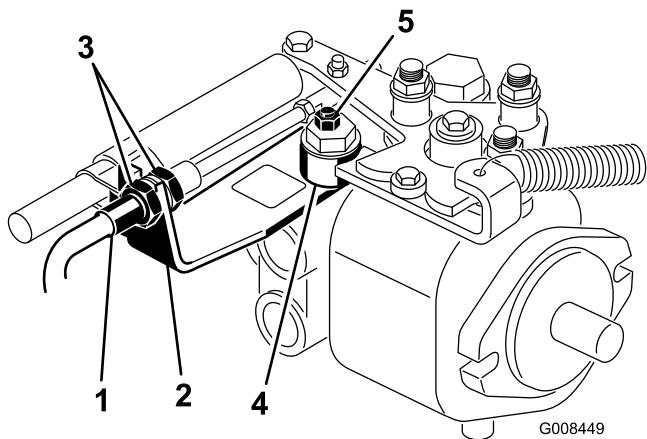

Figure 49
- A. Desserrez les écrous de blocage qui fixent le câble de commande de transmission à la cloison sur l'hydrostat (Figure 49). Desserrez les écrous de blocage uniformément et suffisamment pour permettre le réglage.
- B. Desserrez l'écrou de fixation de l'excentrique en haut de l'hydrostat (Figure 49).
- D. Tournez l'excentrique jusqu'à ce que la roue ne tourne plus dans aucune direction. Lorsque la route arrête de tourner, serrez l'écrou pour bloquer l'excentrique et le réglage (Figure 49). Vérifiez le réglage avec la commande d'accélérateur en position bas régime, puis haut régime.
- E. De chaque côté de la cloison, serrez les contre-écrous **uniformément** pour fixer le câble de transmission à la cloison (Figure 49). Ne tordez pas le câble.